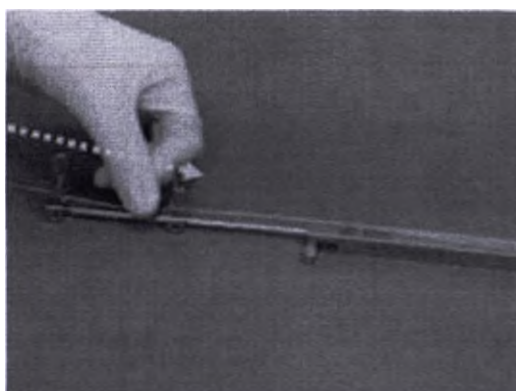

Рисунок 77: Продевание глубинного электрода DBS в держатель
6. Проденьте глубинный электрод DBS в зажимы держателя электрода DBS, предварительно ослабив их, чтобы не повредить электрод (рис. 77).